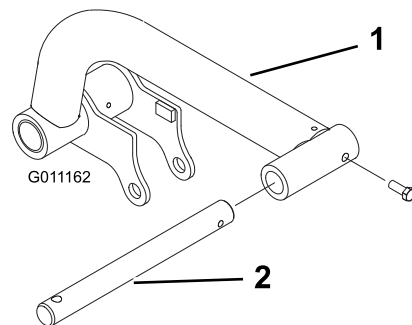

Figure 9
1. Insérez une tige de pivot dans chaque bras de levage et alignez les trous de fixation (Figure 9).